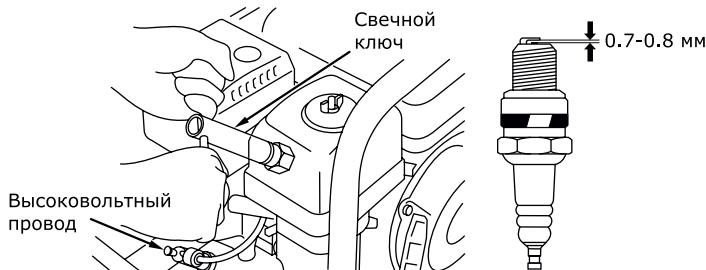

Рис. 18
- Выверните свечный шестигранным ключом (входит в комплект поставки) и осмотрите свечу (рис. 18). Юбка свечи (между керамической частью и металлической частью) должна иметь желтовато-коричневый цвет.
- Проверьте величину зазора между земляющим и центральным электродами, используя специальный щуп. При необходимости установите зазор 0,7 – 0,8 мм (рис. 18).